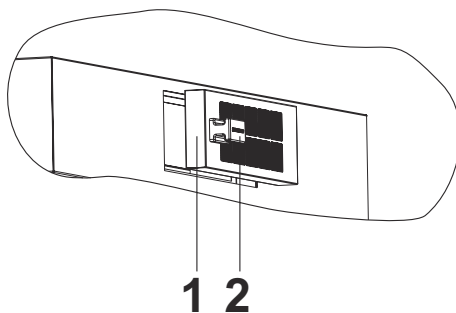

Abb. 26
- 1.** Nehmen Sie den Aktivkohlenfilter (Abb. 26/1) mit Haltemagnet ab. (Abb. 26).